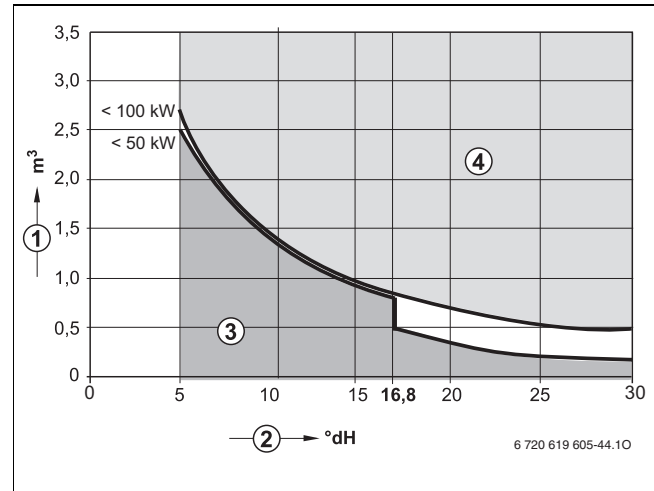

Bild 19 Anforderungen an Füllwasser für Einzelgeräte bis 100 kW
- Ausschließlich unbehandeltes oder vollentsalztes Leitungswasser verwenden (Diagramm in Bild 19 dabei berücksichtigen).
Zur Überprüfung der zugelassenen Wassermengen in Abhängigkeit von der Füllwasserqualität dient das Diagramm in Bild 19.
- Wenn die tatsächlich benötigte Füllwassermenge größer ist als das Wasservolumen über die Lebensdauer (→ Bild 19), ist eine Wasserbehandlung erforderlich. Dabei nur durch Buderus freigegebene Chemikalien, Wasseraufbereitungsmittel o. Ä. einsetzen.